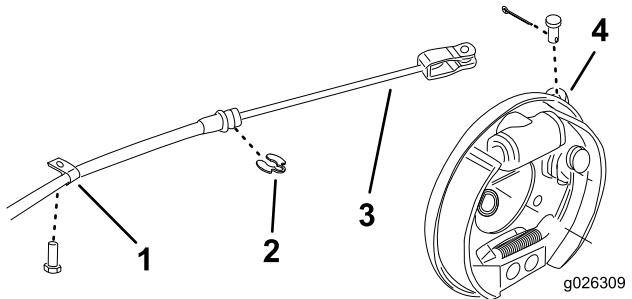

Bild 2
- Entfernen Sie die Splints und die Lastösenbolzen, mit denen die Feststellbremszüge an den hinteren Radbremshebeln befestigt sind (Bild 2).
- Entfernen Sie die R-Klemmen und C-Clips, mit denen die Bremszüge am Rahmen befestigt sind (Bild 2).